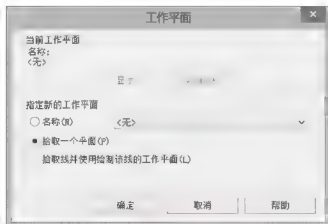
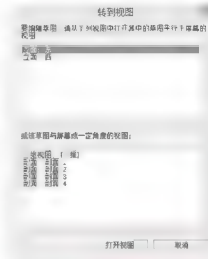
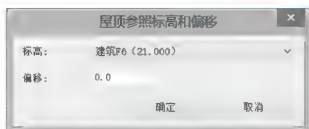

图 1.86 “工作平面”对话框
图 1.87 “转到视图”对话框
图 1.88 “屋顶参照标高和偏移”对话框
在“工作平面”对话框选择“拾取一个平面”单选项（图 1.86），这个平面即为绘制拉伸屋顶剖切面轮廓线的平面，如拾取⑨号轴网平面。在弹出的“转到视图”对话框中（图 1.87），选择一个可见的立面，如“立面：东”，单击“打开视图”按钮，弹出“屋顶参照标高和偏移”对话框（图 1.88），设置标高和偏移值，即完成参照平面的拾取工作。